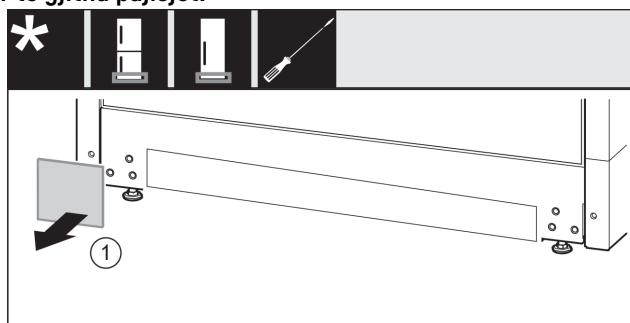

Fig. 14
- Hiqni kapakun mbulues Fig. 14 (1).